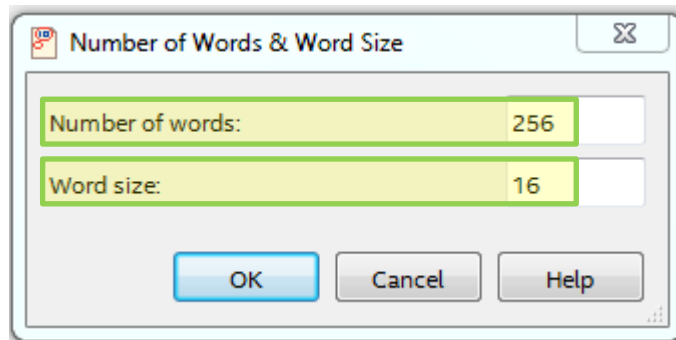
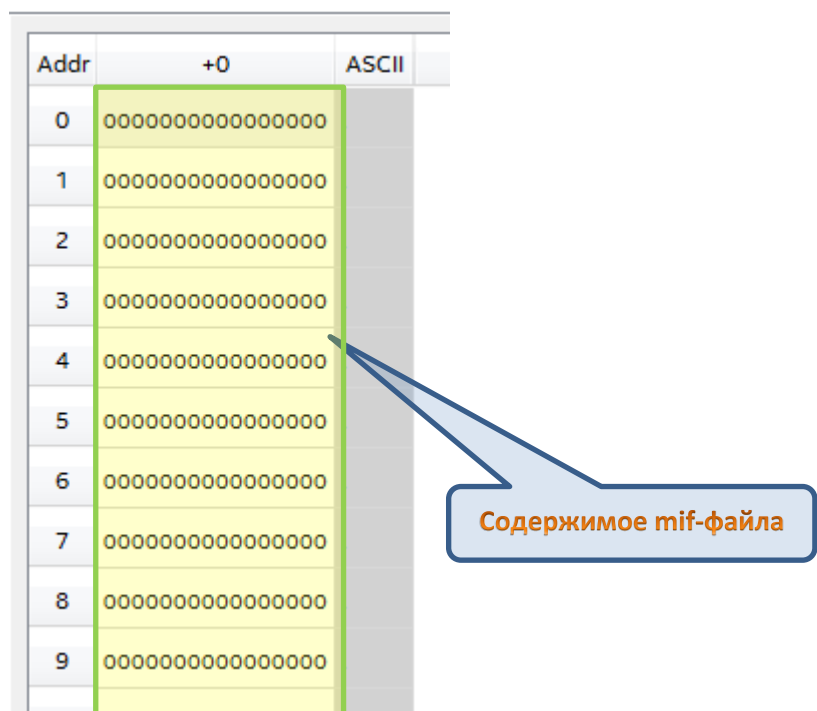

Рис. 6 Окно выбора параметров памяти
Рис. 7 Окно редактора памяти
3.3. В появившемся окошке «**Number of Words & Word Size**» задайте параметры памяти ROM, для которой создается файл инициализации (рис. 6). Далее «**OK**». Откроется окно редактора памяти (рис.7). Вид окна может отличаться от показанного на рисунке. Это зависит от текущих настроек окна редактора памяти в пакете. Если вид окна редактора памяти отличается, выполните «**View=>Cells Per Row=>1**».